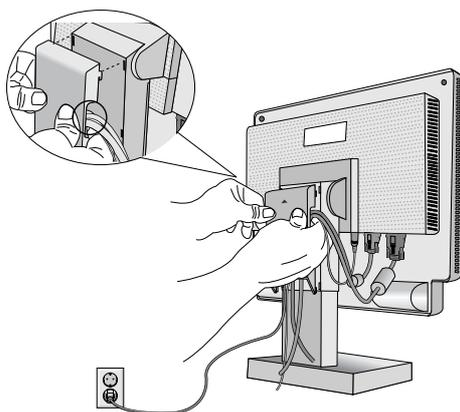
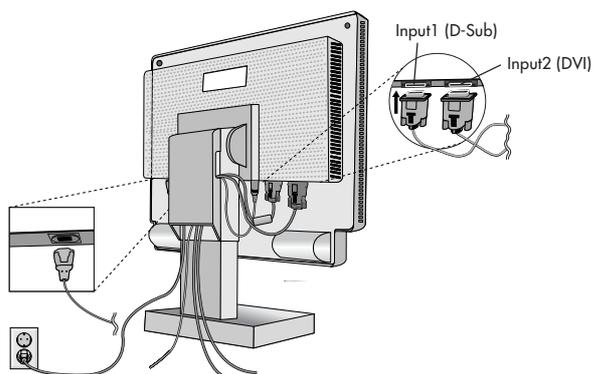

Figure D.2
Figure D.3
6. Connectez une extrémité du cordon d'alimentation au moniteur et l'autre à la prise de courant. Rassemblez les câbles et maintenez-les à l'arrière du support (**Figure D.2**). Et recouvrez les câbles avec le cache-câbles fourni en option (**Figure D.3**). Veuillez vérifier l'inclinaison, l'élévation et l'abaissement de l'écran du moniteur lorsque vous manipulez les câbles.